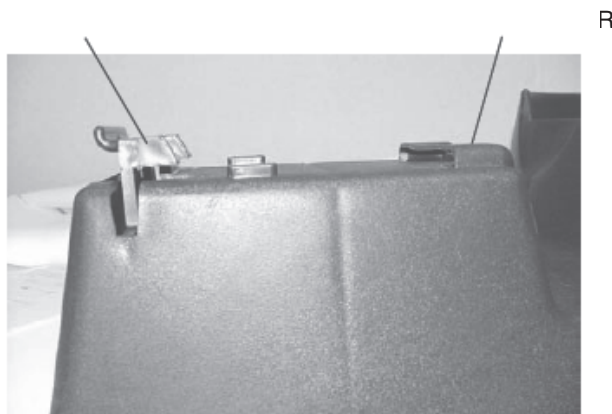
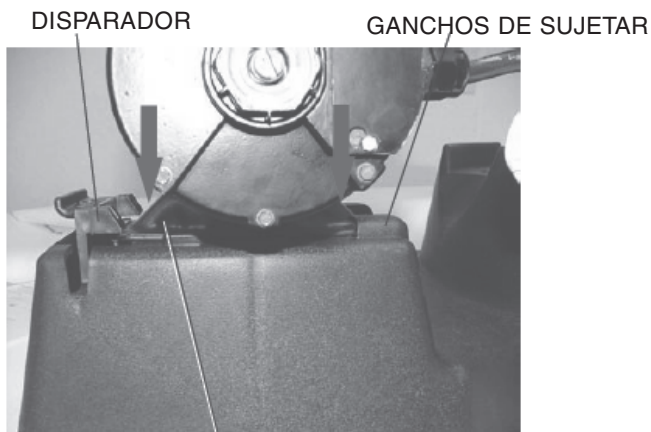
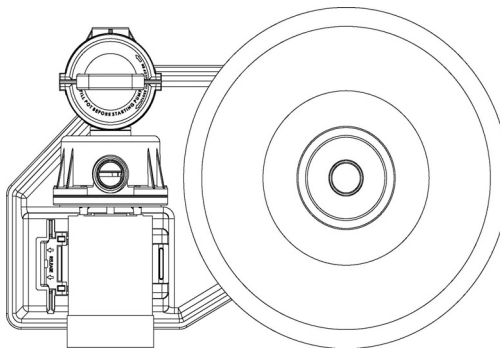

Figura 3.
Figura 4.
Figura 5.
- G Deslice el pie de la Bomba entre el gancho de sujetar y el disparador. Referirse a la Figura 3. Siente la Bomba a través de empujar hacia abajo sobre ella hasta que el gancho de sujetar haga un ruido corto cuando entre en su lugar sobre el pie de la Bomba. Refierase a la Figura 4. La bomba tiene que ser posicionada como es indicado en la Figura 5. Instale y empuje los dos ganchos de sujetar a través de la ranura en el pie de el motor, hacia los dos hoyos en la base cerca de el disparador.